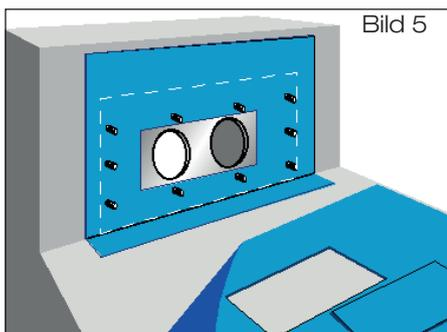

Bild 5
- 1.5 Dampfsperrbahn aus **Bitumen** oder **Kunststoff** ausrollen. Im Bereich des Schiebeflansches Dampfsperrbahn rechteckig ausschneiden - 270 x 130 mm (Bild 5). Der Losflansch kann als Schablone verwendet werden. Dampfsperrbahn zurückrollen.